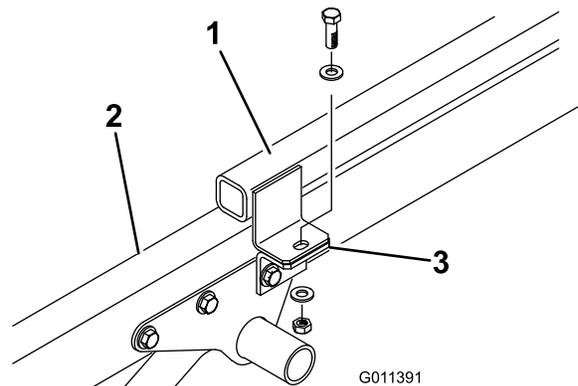

Bild 6
3. Entfernen Sie die Kopfschrauben, die zwei Flachscheiben und Sicherungsmutter, mit denen jede Anbaugeräthalterung an den Anbauvorrichtungsrahmenlaschen befestigt ist (Bild 6).